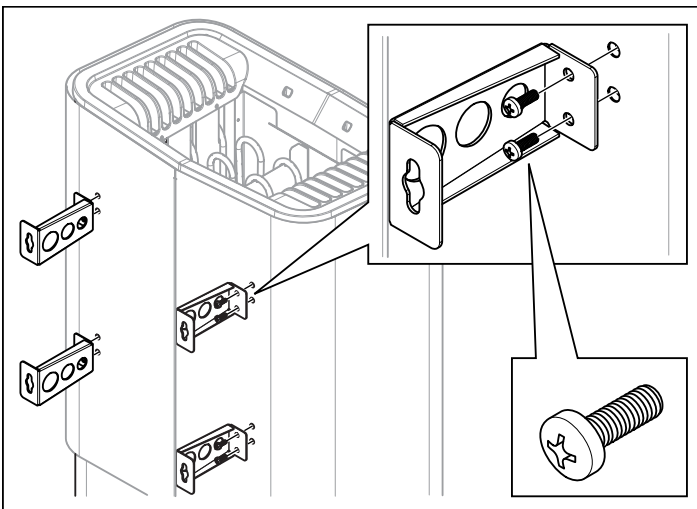

Figure 7 : fixation des supports au poêle
1. Dévissez les deux premières vis au dos du poêle et vissez l'un des quatre supports en place. Répétez la procédure avec tous les supports, voir figure 7, page 13.